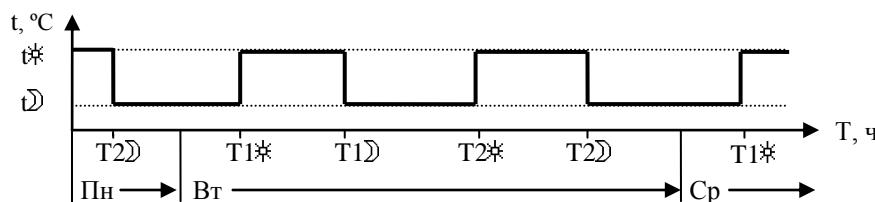

Рисунок 10 - Временной (недельный) график
7.6.1 В режиме “Программа” возможна установка для каждого дня недели до двух периодов, состоящих из начала и конца времени действия уставки температуры  $t_{\odot}$  “Норма” и  $t_{\square}$  “Ниже” (см. рисунок 10).